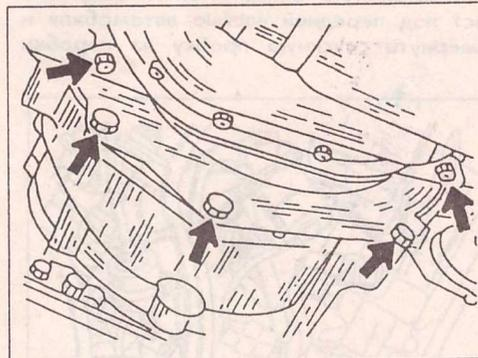

Рис. 174.
- Вывернуть болт и гайку крепления коробки передач у кронштейна и снять кронштейн. На рис. 174 места крепления показаны стрелками. До болтов можно добраться через правую колесную коробку после снятия крышки.